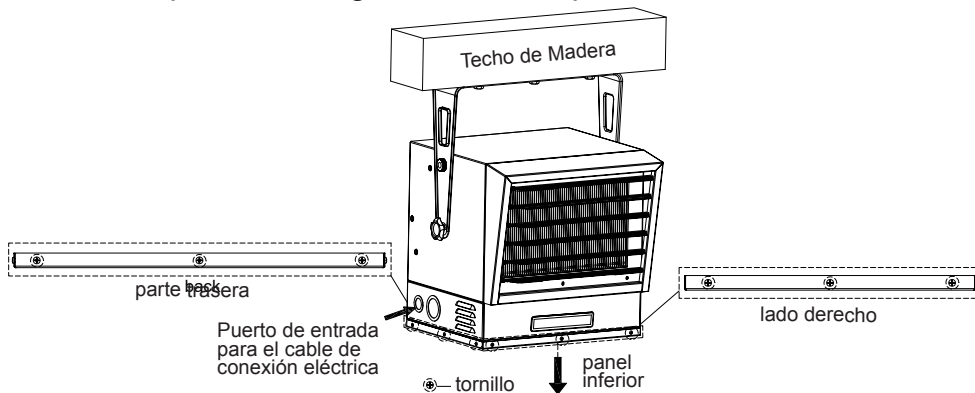

Figura 8
1. Quite los tornillos de la parte inferior del calefactor, retire el panel inferior y conecte la fuente de alimentación al calefactor (véase la figura 8).